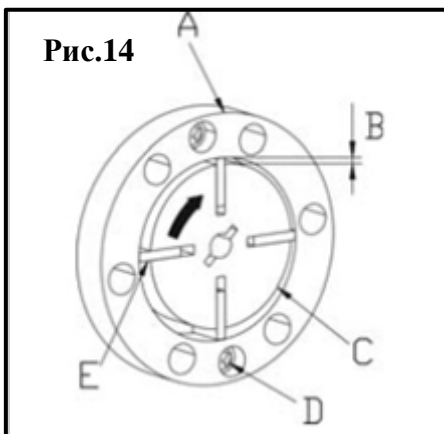

Рис.14
- B – зазор должен быть 0,06 – 0,08 мм (рис.14);